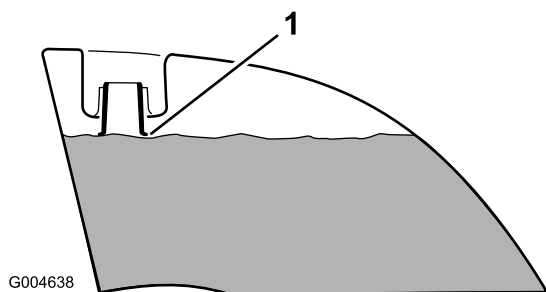

図 12
4. 両方の燃料タンクに、上面から約2.5 cm下まで燃料を補給する（図 12）。入れすぎないように注意すること。